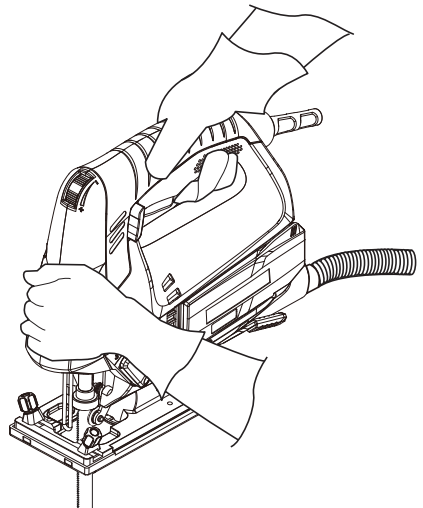

Bild 9
6. Håll produkten med en hand på handtaget **(4)** och den andra handen på greppytan **(22)**. Försök aldrig använda produkten med bara en hand! Håll händerna borta från undersidan av arbetsstycket (bild 9).